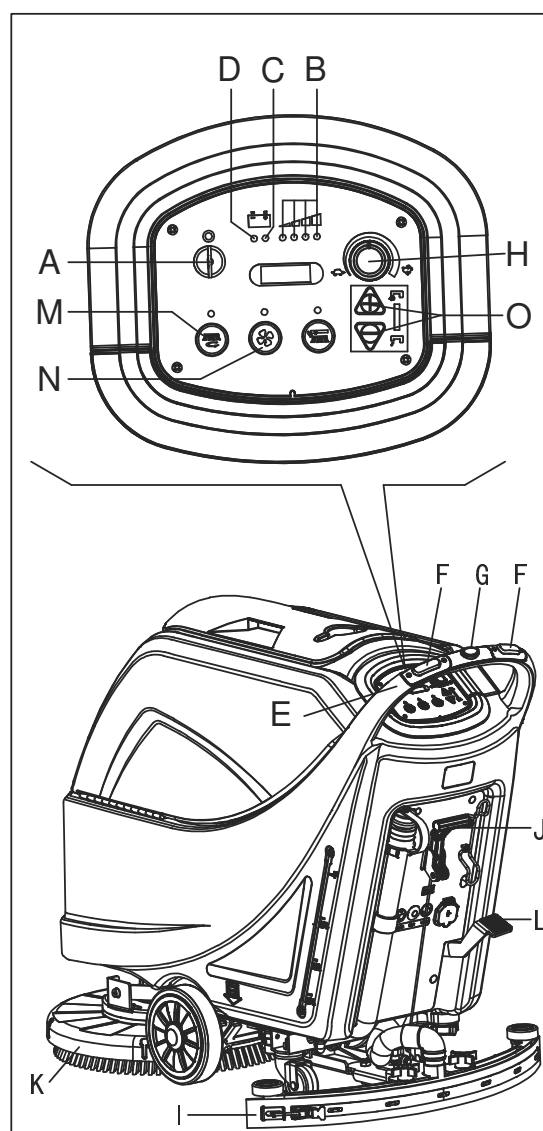

Figure 8
2. Insérer la clé de contact (A, Fig. 8) et la tourner sur "I". Vérifier que le témoin lumineux vert (B) se met en marche (batterie chargée). Si le témoin lumineux LED jaune (C) ou rouge (D) s'allume, retourner la clé de contact sur "0" et charger les batteries (voir la procédure au chapitre Entretien).
- En la poussant en ayant les mains sur le guidon (E) (uniquement pour les machines sans traction).
- En la poussant en ayant les mains sur le guidon (E) et en appuyant sur le commutateur (F) pour avancer, ou en appuyant sur le commutateur (F) avec le commutateur (G) pour reculer (uniquement pour la machine à traction). La vitesse d'avancement peut être réglée avec le dispositif de réglage (H).
4. Abaisser la raclette (I) avec le levier (J).
5. Abaisser la plate-forme de la brosse/du support du coussinet (K) en appuyant sur la pédale (L).
6. Appuyer sur le commutateur de la brosse/du support du coussinet (M) sur le commutateur du système à vide (N).
7. Appuyer sur les commutateurs de commande du débit d'eau de lavage (O), si nécessaire, en fonction du type de nettoyage à effectuer.
- (uniquement pour les machines sans traction) en poussant la machine en ayant les mains sur le guidon (E) et en appuyant sur le commutateur (F).
- (uniquement pour les machines avec traction) en poussant la machine en ayant les mains sur le guidon (E) et en appuyant sur le commutateur (F). Si nécessaire, la vitesse d'avancement peut être réglée avec le dispositif de réglage (H).
2. Tout en gardant les deux mains sur le guidon, appuyer sur l'interrupteur de sécurité (F, Fig. 8), puis manœuvrer la machine et commencer à frotter/sécher le plancher.